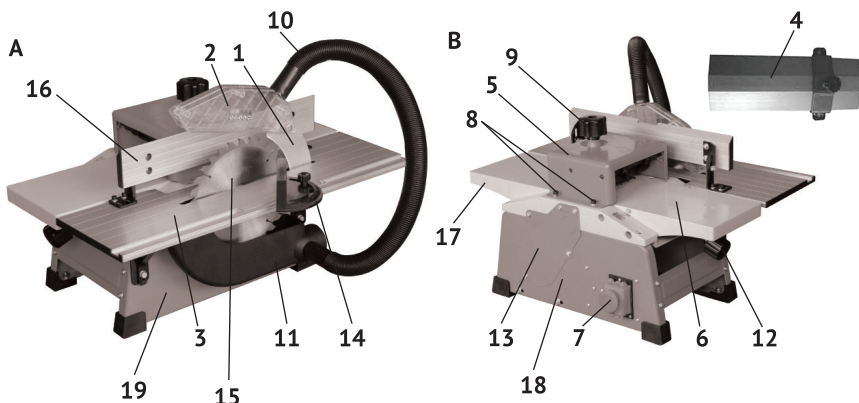

Рис. 1
Вращательный момент с якоря двигателя передаётся поликлиновым ремнём на барабан станка. В пазы барабана крепятся два ножа односторонней заточки для строгания заготовок. Для работы в режиме циркулярной пилы, на вал барабана между опорным и прижимным фланцами крепится пильный диск (рис.1А поз. 15). Ножи барабана и пильный диск являются рабочими инструментами станка. На крышке ремённой передачи стрелками указано направление вращения барабана.
4.1 Общий вид станка схематично представлен на рис.1 (А; В)
4.2 Основные узлы станка: двигатель на платформе, барабан, стол строгальный, коробка выключателя с конденсатором расположены между двух металлических стоек: левой (рис.1В поз.18) и правой (рис.1А поз.19), скреплённых стяжками. Передняя, регулируемая часть пыльного стола (рис.1В поз.6) рукояткой (рис.1В поз.12) перемещается по вертикали, для установки глубины строгания. Стругание может проводиться с установкой прижимного устройства (рис.1В поз.5). Ролики прижимного устройства прижимают заготовку (толщиной не более 40 мм) к рабочему столу.
К правой стойке станка двумя кронштейнами крепится пыльный стол (рис.1А поз.3). Перед установкой стола необходимо закрепить на барабане, между опорным и прижимным фланцами пыльный диск (рис.1А поз.15). Безопасная работа и отвод стружки обеспечивают защитные кожухи. Верхний (из прозрачного пластика) кожух (рис.1А поз.2) крепится на расклинивающий нож (рис.1А поз.1). Нижний кожух (рис.1А поз.11), служащий одновременно для отвода стружки, крепится уголком к правой стойке. Гофрированный шланг (рис.1А поз.10) соединяет патрубки пылеотвода верхнего и нижнего кожухов. Для боковой опоры
заготовки при пилении (или строгании) используется параллельный упор (рис.1А поз.16). Крепление упора позволяет поворачивать его на 180°, ориентируя опорную поверхность к пильному или строгальному столу.
Выключатель (рис.1В поз.7) расположен на левой стойке. Он имеет две кнопки: зелёная с символом «I» - включение двигателя и красная с символом «0» - выключение двигателя (стандарт МЭК 60417). Нажатие на красную кнопку («аварийный стоп»), приводит к экстренному отключению двигателя.
Гофрированным шлангом (рис.1В поз.10) соединить патрубки пылеотвода верхнего и нижнего кожухов.
Пуск станка осуществляется с помощью выключателя (рис.1 поз.7).